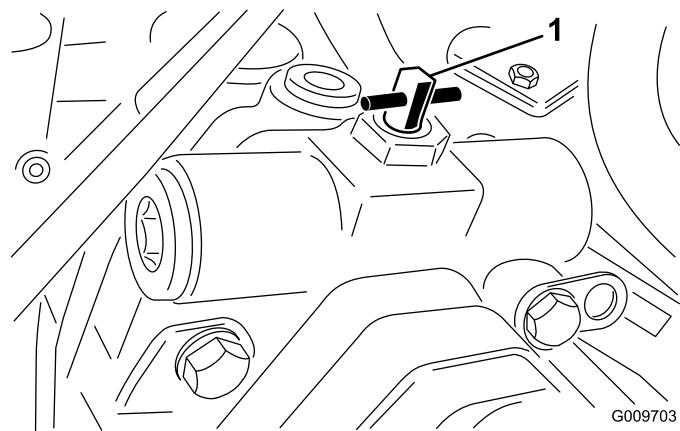

図 18
2. バイパス・バルブのレバー（図 18）を右または左に90° 回転（4分の1回転）させると内部でバイパスが形成される。これにより、トランスマッシュションを破損することなく機械を押して移動できるようになる。バルブを開けたとき、どちらの方向に回したかを覚えておくこと。